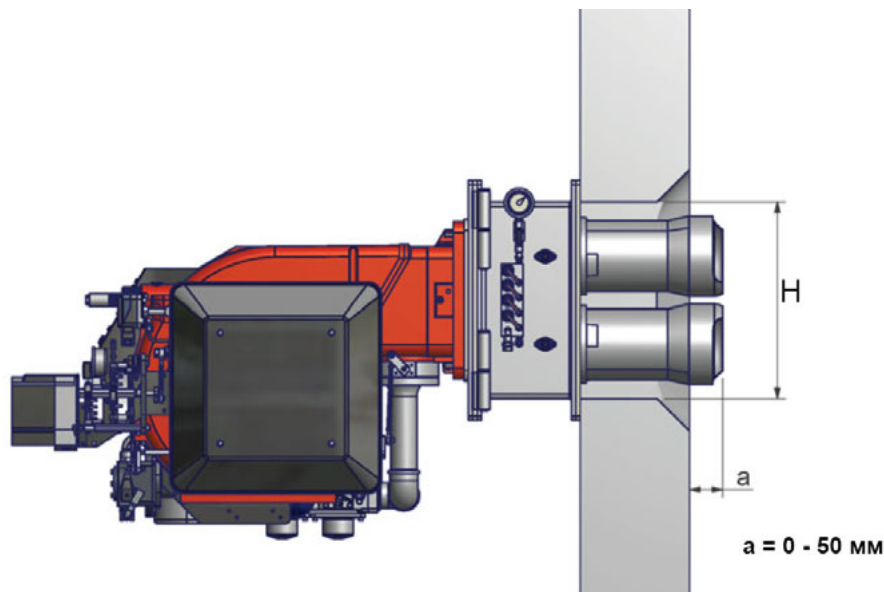

Рис. 3
- 4). закрепить ее с помощью гаек к крепежным винтам котла, согласно схеме на Рис. 3.